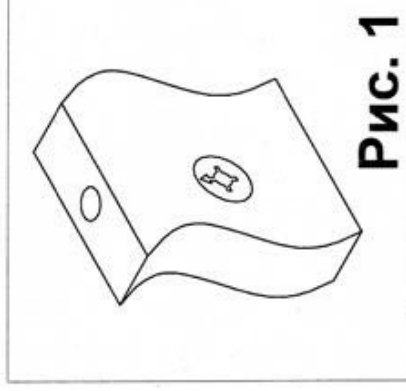

Рис. 1
5. Затянуть все евроинты (2). Прикрутить ответные планки направляющих (6) к выдвигной панели 16 и вставить ее в каркас стола. Далее собрать выдвигные ящики (см. сборка ящиков) и вставить их в каркас тумбы стола.
Взять стенку заднюю выдвигного ящика и забить в соответствующие отверстия шканты (1). Соединить боковины ящика с задней стенкой. Фиксацию производить при помощи евроинтов (6). Далее положить каркас ящика на заднюю стенку и забить шканты (1) в соответствующие торцевые отверстия на боковинах ящика, и вставить стяжки растекс (19) (см.рис.1). После этого вставить дно ящика в пазы на каркасе ящика, таким образом, чтобы дно ящика вошло в паз на стенке задней ящика. Далее закрутить в переднюю панель ящика в имеющиеся муфты дюбеля стяжек-растеков (4). Соединить переднюю панель ящика с каркасом. Фиксацию произвести путем поворота стяжки (19) по часовой стрелки. После этого положить ящик дном вверх и прикрутить ответные планки направляющих (7) к боковинам ящика при помощи саморезов (5). Далее к передней панели прикрепить ручку (12) Аналогичным образом собрать остальные ящики.